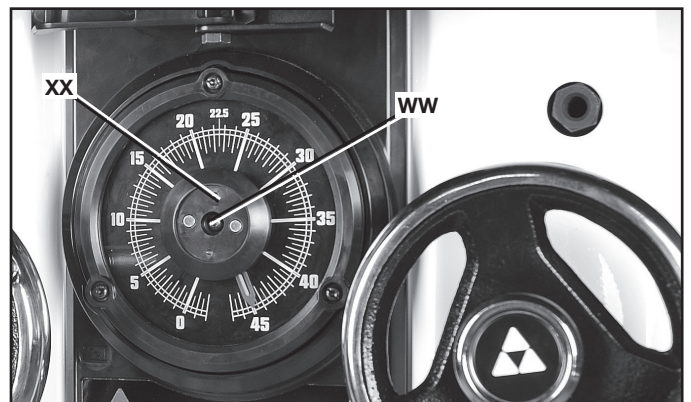

FIG. 44
2. Quite el tornillo (WW), Fig. 44, con una llave T20 y retire la tapa central (XX).
5. Reemplace la tapa central (XX), Fig. 44. Asegúrese de que la junta tórica de goma quede asentada detrás de la tapa.